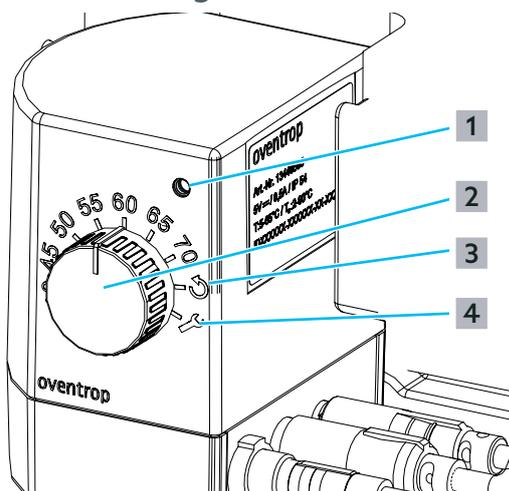

Abb. 35: Statusmeldungen und Fehlermeldungen am Stellantrieb
Wenn der Drehknopf für länger als 5 Sekunden auf den Index für Fehler-Reset ((3) in Abb. 35 auf Seite 35) gestellt wird, dann wird der angezeigte Fehler zurückgesetzt und eine Kalibrierungsfahrt gestartet. Solange der Drehknopf auf den Index für Fehler-Reset (3) gestellt ist, wird immer wieder eine Kalibrierungsfahrt des Stellantriebs gestartet, bei der der Schließpunkt des Regelventils erfasst wird.